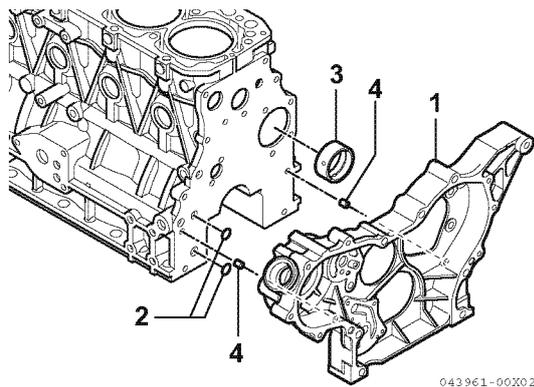

Figure 6-58
6. 3TNV88C - 4TNV86CHT : Retirez les deux joints toriques (2, **Figure 6-58**) et les deux goupilles (4, **Figure 6-58**).